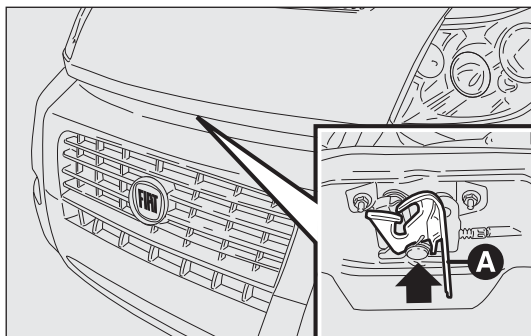

fig. 121
- ☐ tire de la palanca A-fig. 121 tal como muestra la figura;